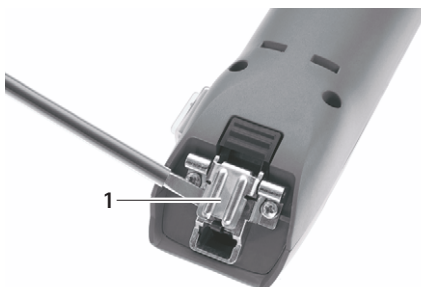

Рис. 1
- При закрытом шарнире ножа: Открыть шарнир ножа **1** отверткой, см. Рис. 1.